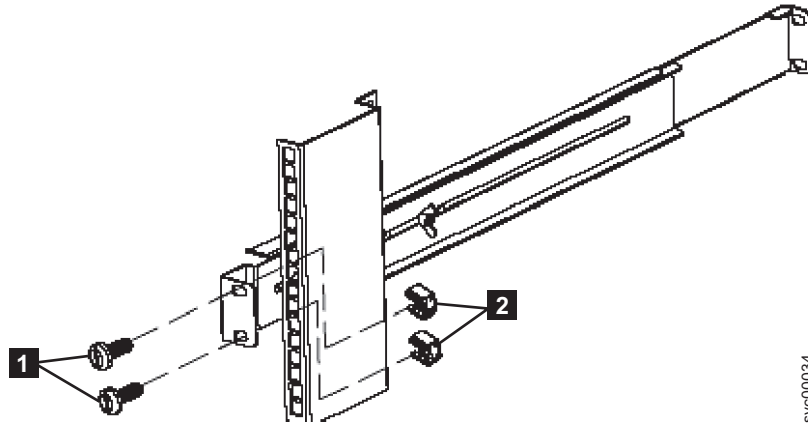

図 280. 2145-1U 無停電電源装置 への背面レールの固定
7. 2 つの M6 × 10 ねじ (702 ページの図 280 の **1**) と 2 つのクリップ・ナット **2** を使用して、レールをラック背面に取り付けます。お客様のラックは、ここに示すものと異なっている場合があります。そのような場合は、別のクリップ・ナットまたはファスナーが必要になります。